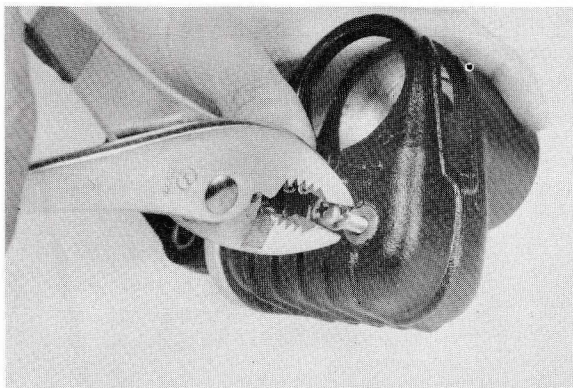

Fig. 3-3-27
8) Skruva in en 5 mm skruv i glidpinnen och dra ut den med en tång. Avlägsna stödhållaren från tånghuset. (Se Fig. 3-3-27 och 3-3-28)
8) En 5 mm skrue føres ind i glidestiften og det hele trækkes ud med en tang. Støttearmen fjernes fra tånghuset. (Fig. 3-3-27 og 3-3-28)